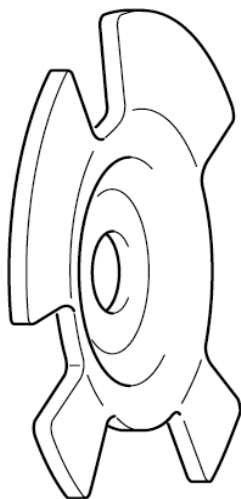

Bild 3: Gewölbtes Geberrad
**Kettenräder aus gestanztem Stahlblech:** Das Geberrad hat eine gewölbte Form (Bild 3). Eine Distanzscheibe ist dadurch nicht mehr notwendig.